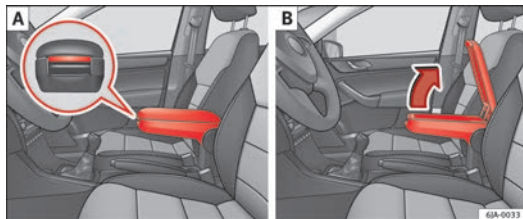

Abb. 70 Armlehne / Ablagefach öffnen und schließen
- Drücken Sie die Taste vorne an der Armlehne ⇒ Abb. 70 - A.
- Heben Sie die Abdeckung des Ablagefachs an ⇒ Abb. 70 - B. ■